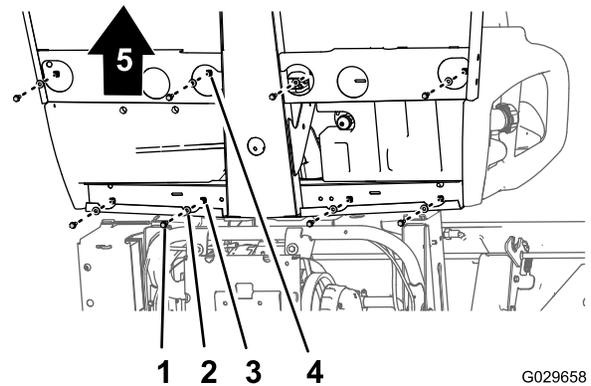
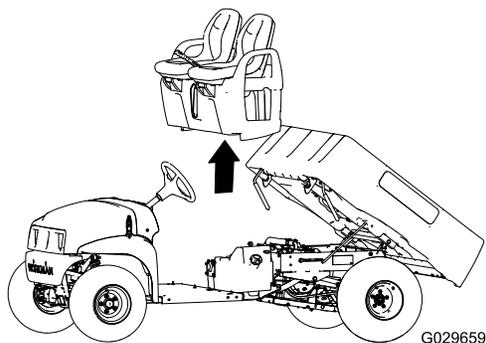

图 42
图 43
1. 在机器的底部卸下将座椅底座固定至底板和后驾驶室通道上的 8 个凸缘头螺栓和 8 个垫圈图 42。
2. 小心从机器中提起座椅、座椅底座和手刹拉索图 42。
1. 将座椅和座椅底座提到机器上并将刹车拉索与机箱对齐图 42和图 43。
2. 将座椅底座中的孔与底板和后驾驶室通道中的孔对齐图 42和图 43。